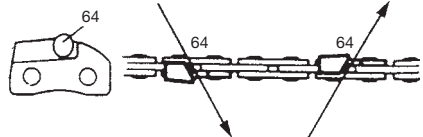

Fig. 40
Limar (64) la cuchilla en un lado de la cadena desde adentro hacia afuera. Limar sólo du- rante el desplazamiento hacia adelante. (Fig. 40)